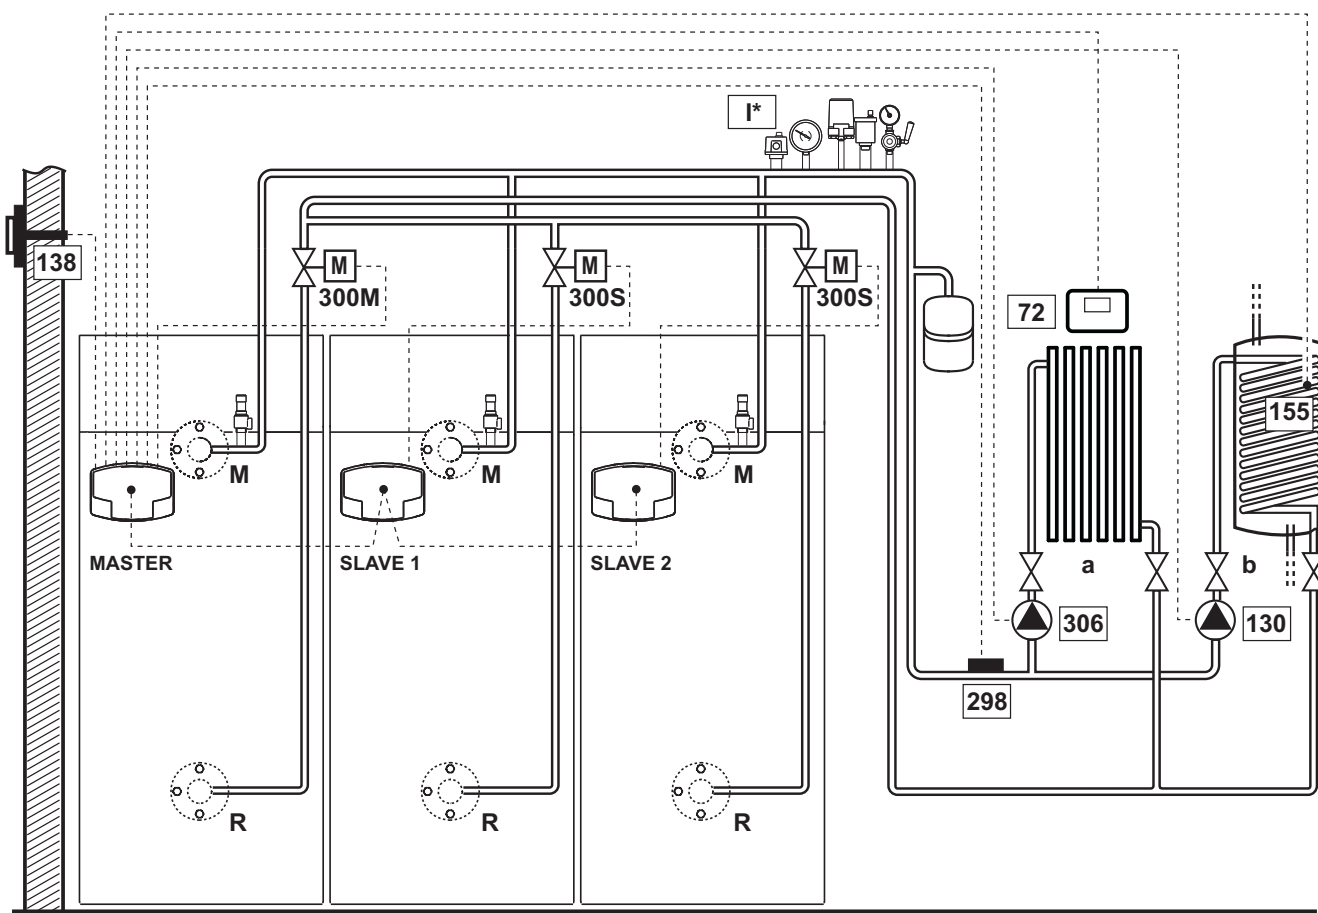
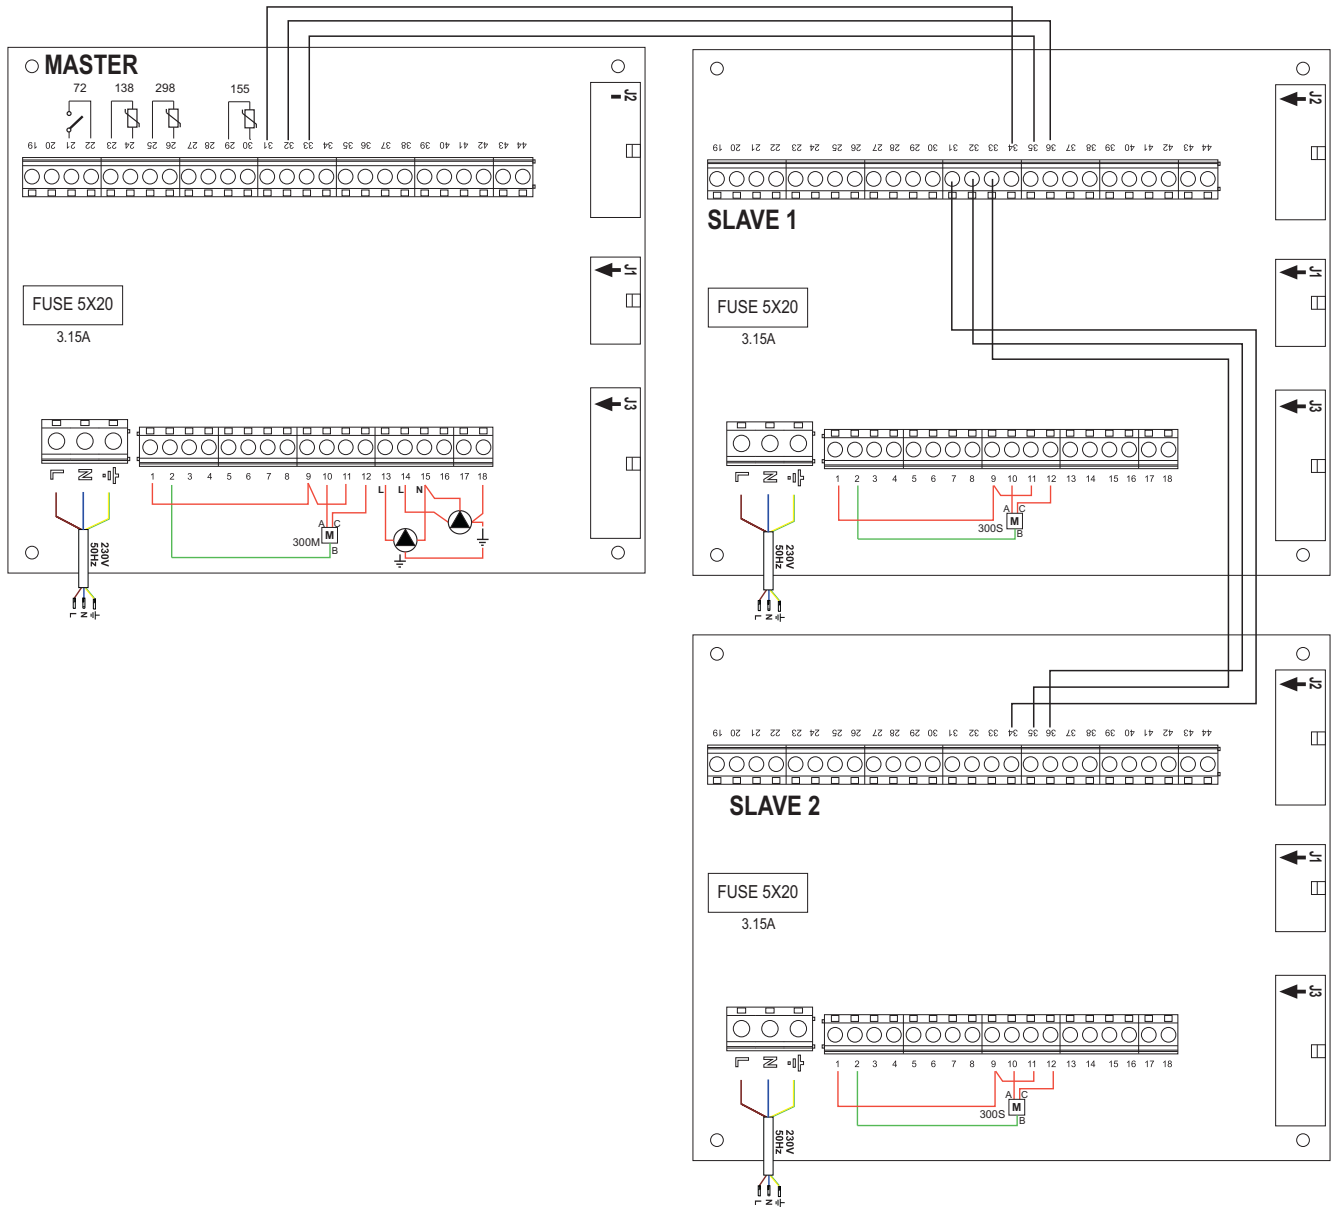

fig. 49
fig. 50
**Leyenda (fig. 49 y fig. 50)**